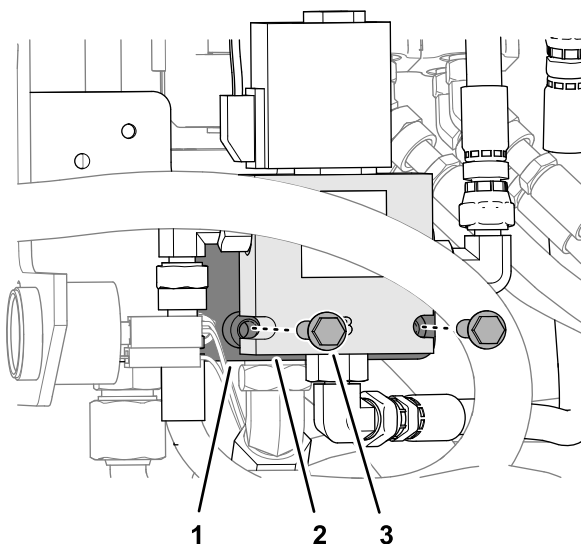

Figura 31
1. Alinee las muescas en el cuerpo de la válvula de funcionamiento de la tracción con los tubos de soporte roscados en la válvula de bajo caudal (Figura 31).